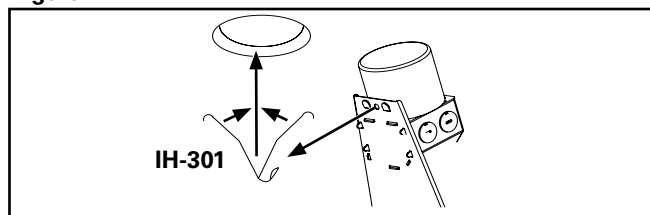

Figura 2.
2. Enganche la unidad del plafón en el sujetador Third Hand para contratistas, por medio del orificio en el marco de yeso. Suspenda dicho sujetador en el orificio en el techo (Figura 2.).